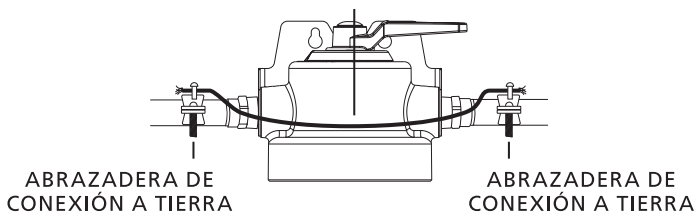

FIGURA 3
- 5** Cuando instale en tuberías metálicas, asegúrese de tomar las siguientes precauciones. Instale firmemente dos abrazaderas de conexión a tierra y un alambre de cobre n.º 4 a través del lugar donde se instalará el sistema. Apriete la abrazadera en ambos extremos, como se muestra a continuación. (Consulte la Figura 3)